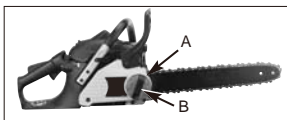

Fig. 4
1. Țineți cama barei de ghidaj spre sus și apoi rotiți de inelul de ajustare a tensiunii în lanț (A) în sens ORAR pentru a crește tensiunea în lanț. Dacă rotiți inelul lanțului (A) ANTIORAR se scade tensiunea din lanț. Asigurați-vă că lanțul se potrivește fix pe toată mărimea barei de ghidaj. (Fig. 4)
2. După ajustare, păstrând în continuare cama barei fixată în sus, strângeți butonul de fixare a barei (B) cât mai sigur. Lanțul este corect tensionat când se potrivește fix pe toată lungimea și poate fi tras cu mâna înmănușată. (Fig. 4)